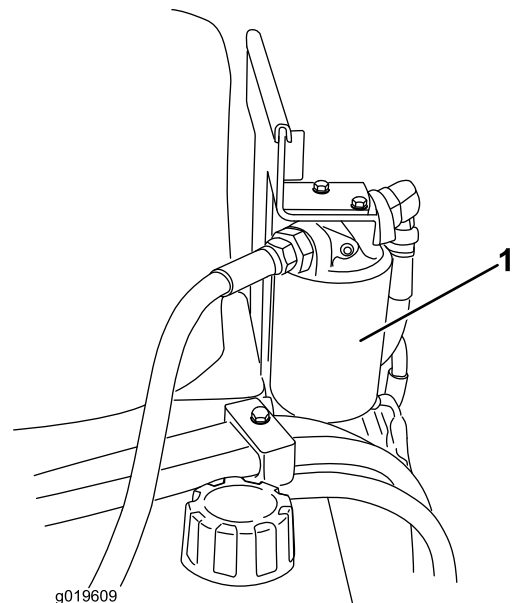

Figura 32
- Coloque un recipiente debajo del filtro (Figura 32).
- Retire el filtro usado (Figura 32) y limpie con un paño la superficie de la junta del adaptador del filtro.
6. Instale el filtro hidráulico nuevo en el adaptador del filtro (Figura 32). Apriete el filtro en el sentido de las agujas del reloj hasta que la junta de goma entre en contacto con el adaptador del filtro, luego apriete el filtro 3/4 vuelta más.